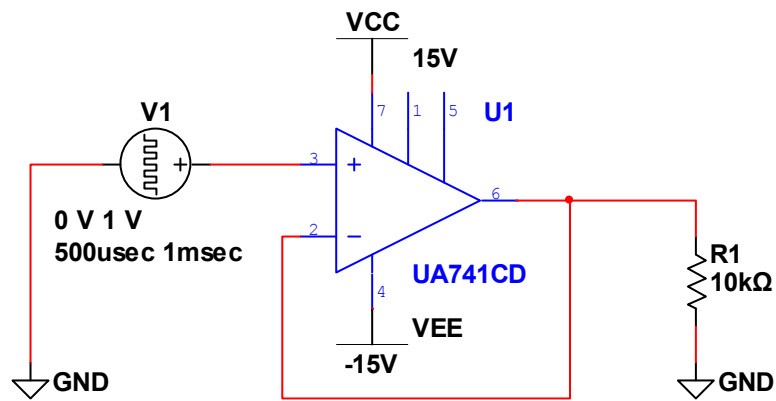

Рис. 5.1.3
- 4.1. Собрать схему повторителя напряжения (рис. 5.1.3). Установить модель ОУ, соответствующую номеру варианта (табл. 5.1.1). (Group: